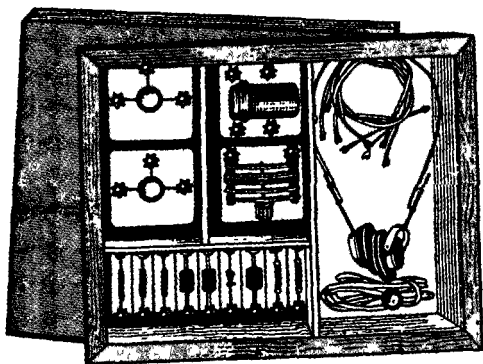

Рис. 15
Набор (рис. 15) состоит из одного конденсатора переменной емкости и трех конденсаторов постоянной емкости (150 пФ, 1000 пФ, 1000 пФ), двух электролитических конденсаторов (5 и 10 мкФ), трех резисторов
**Приборы и материалы:** мультиметр М890G (переведенный в режим работы фарадометра), конденсаторы постоянной емкости для сборки радиоприемника (см. рис. 15), соединительные провода.